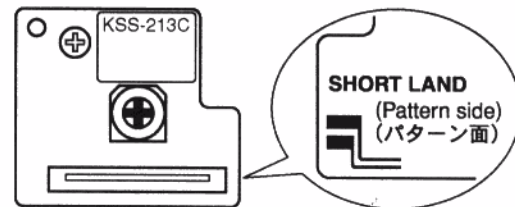

Fig. 3-2
- LD terminals are factory-strapped before shipment to protect LD from electrostatic discharges during transportation. (Fig. 3-2) After connector insertion, unstrap the LD terminal with a soldering iron. The temperature of the soldering iron tip must be 320°C or below (30W) and the unstrapping should be performed quickly.
- LD の端子は、出荷時に輸送による静電破壊防止のためショートされています。(Fig. 3-2) ショート部の解放はコネクタを差し込んだ後、半田ゴテで行なってください。